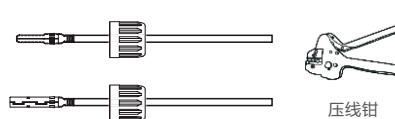

图3.26 将金属端子压接到线缆上
3. 使用专用压线钳将金属端子压接到线缆上（如图3.26所示）。